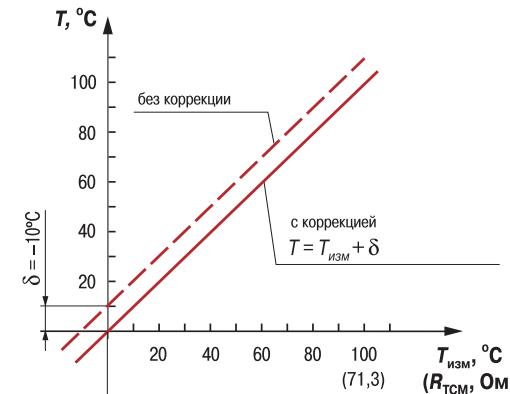

Рис. 2
3.1.4.3.2. Для компенсации погрешностей $\Delta R = R_0 - R_{0,TCM}$, вносимых сопротивлением подводящих проводов R_{TCM} к каждому измеренному значению параметра $T_{изм}$ прибавляется заданное пользователем значение δ . На рис. 2 приведен пример сдвига характеристики для датчика TCM50M, $W_{100} = 1,426$.